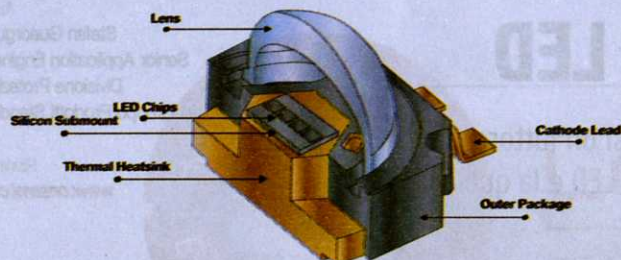

Figura 2
2. La Figura 2 mostra come la protezione dalle scariche elettrostatiche possa essere integrata in una forma ancora più compatta, assemblando un sottomodulo di silicio posto tra il LED e il telaio di supporto (*leadframe*). Questo tipo di assemblaggio consente di ottenere LED più compatti, il sottomodulo sostituisce il tradizionale substrato usato nei moduli LED con protezione montata lateralmente e offre tensioni di protezione ESD che superano i 15 kV HBM. L'elevata conducibilità termica del sottomodulo di silicio ha anche il vantaggio di attutire le differenze dei coefficienti di espansione termica tra